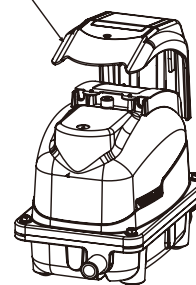

Figura 2
③ Retire a tampa do filtro. (Figura 2) Segure ambas as extremidades e puxe para cima.